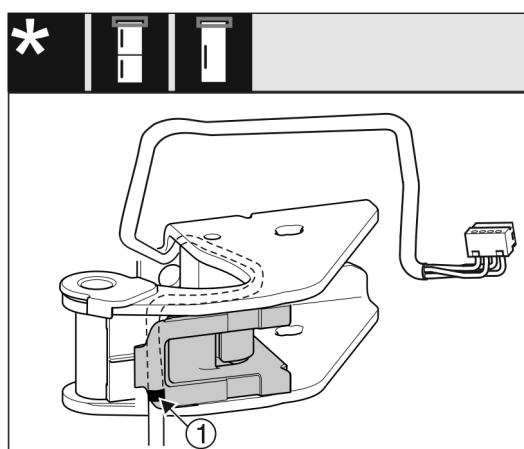

Fig. 16
- ▶ Sredinska oznaka naj bo ob tem na robu držala kabla Fig. 16 (1).